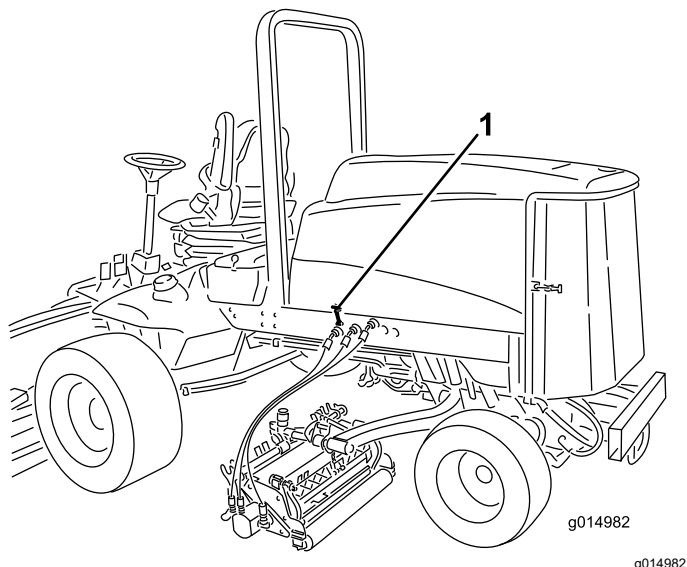

Bild 42
1. Lösen Sie die Haubenriegel (Bild 42) und schwenken die Haube nach oben.